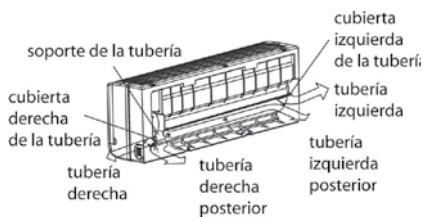

Ilustración 38
1. Para instalar la tubería con salida a la izquierda o la derecha, quite la cubierta de la tubería del panel lateral. Esta se debe guardar ya que puede ser utilizada cuando vuelva a instalar el acondicionador de aire en otro lugar. (Ilustración 38)